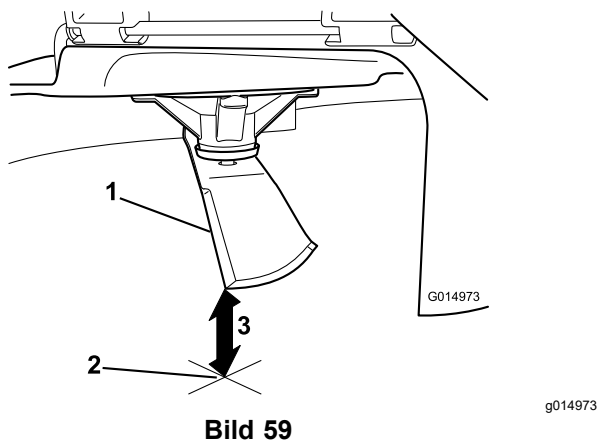

**Bild 58**
4. Drehen Sie dasselbe Messer um 180 Grad, sodass die andere Schnittkante jetzt in derselben Stellung ist (Bild 58).